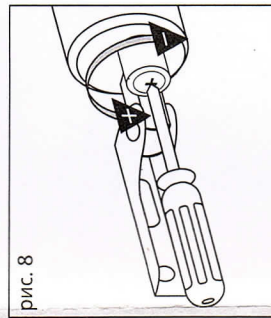

рис. 8
7) Отрегулируйте скорость закрывания двери (рис. 8). Для замедления закрывания двери необходимо повернуть винт по часовой стрелке (-), для ускорения - против часовой стрелки (+).